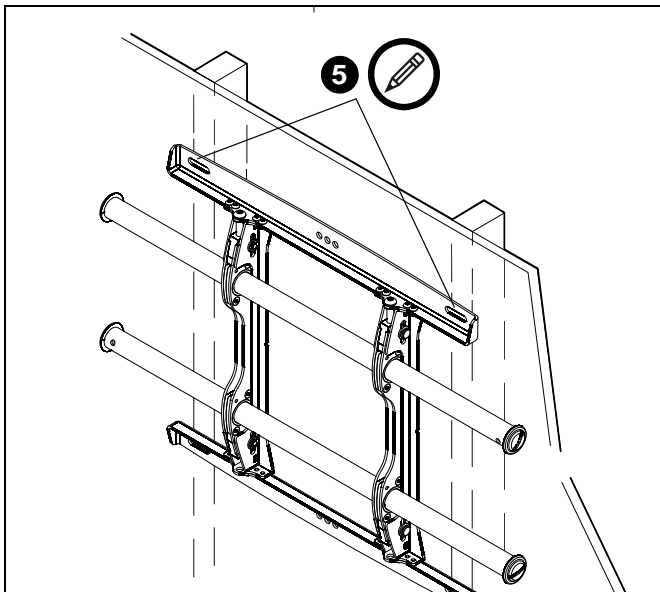

рис. 5
5. При помощи уровня сделайте на стене отметки на каждой из стоек каркаса там, где будут расположены верхние монтажные отверстия. (См. рис. 5)